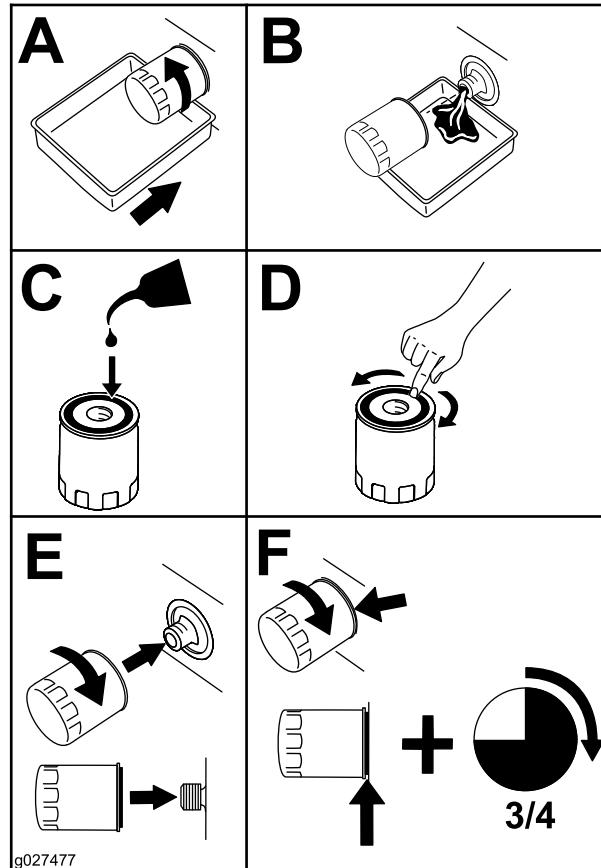

Bild 47
2. Wechseln Sie den MotorölfILTER (Bild 47).